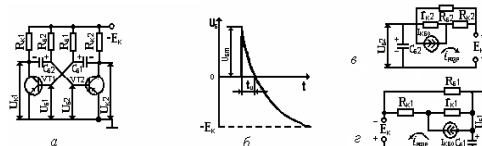

Рис. 1.1
1. По каким цепям происходит заряд конденсатора C_{61} (рис.1.1а)?
Дать анализ временной характеристики и эквивалентных схем (рис.1.1б,в,г).